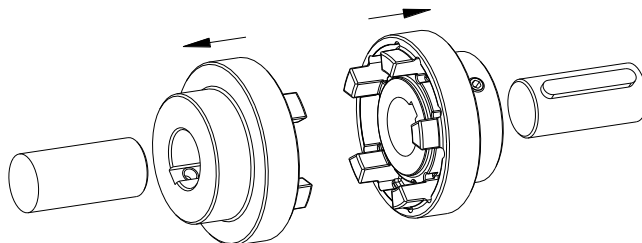

Bild 18: Montage der Nabe
- Montieren Sie die Naben auf die Welle der An- und Abtriebsseite (siehe Bild 18).